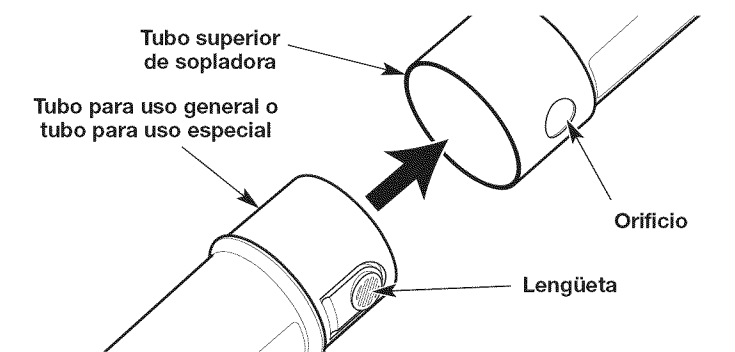

Fig. 2
2. Se debe alinear la lengüeta del tubo para uso general o del tubo para uso especial con el orificio del tubo superior de la sopladora (Fig. 2).
3. Oprima el tubo para uso general o el tubo para uso especial para que entre en el tubo superior de la sopladora hasta que la lengüeta se trabe firmemente en el orificio (Fig. 2).
2. Oprima firmemente la lengüeta del tubo para uso general o del tubo para uso especial hacia adentro y tire del tubo para sacarlo del tubo superior de la sopladora (Fig. 2).